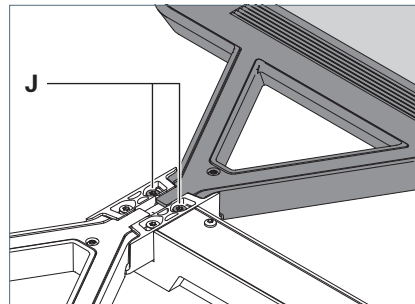

Fig. 27: Leuchtenkopf justieren.
1. Um einen Leuchtenkopf abzusenken, drehen Sie die Stellschrauben **J**, die diesen Leuchtenkopf halten, gegen den Uhrzeigersinn, siehe Fig. 27.